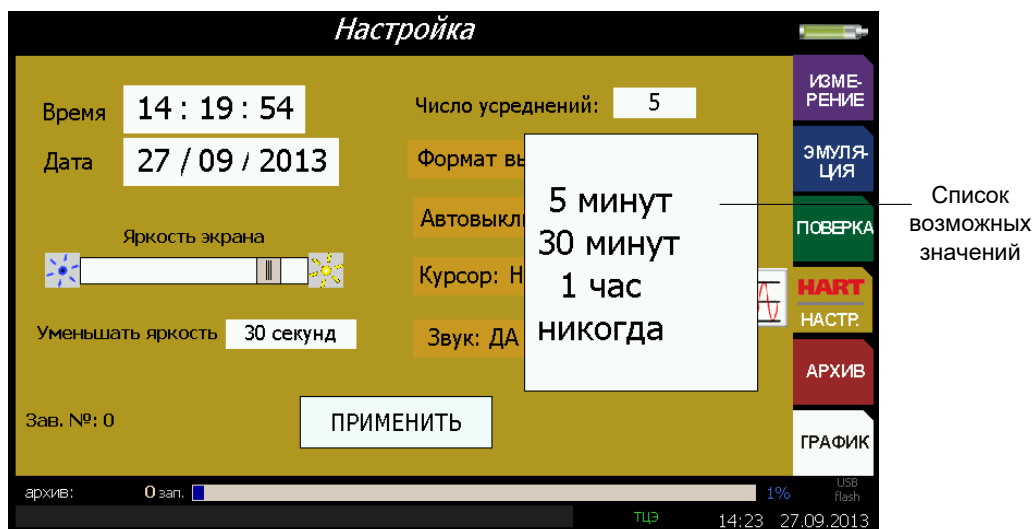

Рисунок 2.55
2.6.4.7 Параметр **«Автовыключение»** предназначен для установки времени выключения ИКСУ-2012. При включенной функции прибор автоматически выключается через установленное время, выбранное пользователем в редактируемом поле **«Автовыключение»** из списка, после последнего нажатия какой-либо из кнопок (см. рисунок 2.55).